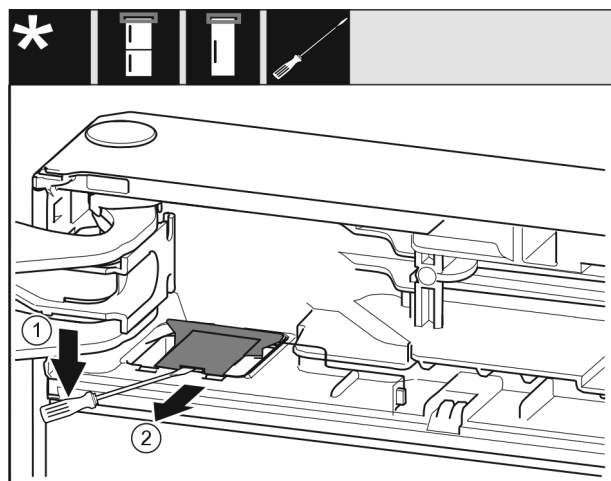

Fig. 10
- Išdrožiniu atsuktuvu atfiksuokite dengiamąją plokštelę Fig. 10 (1).
- Išimkite dengiamąją plokštelę Fig. 10 (2).